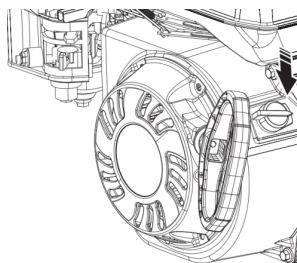
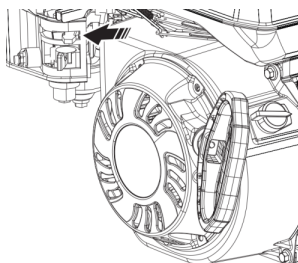
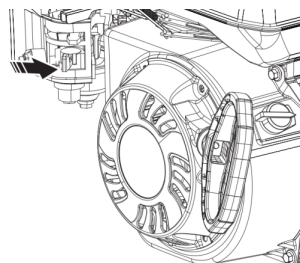

Рис. 19
Рис. 20
Рис. 21
Переведите контактный ключ включения системы зажигания в положение «Запуск» (ON), в результате чего электрическая схема агрегата будет готова к запуску (Рис. 19). Для запуска «холодного» двигателя переместите рычаг воздушной заслонки (до упора влево) в положение «Закрыто» (Рис. 20). Рычаг топливного крана переместите до упора вправо, чтобы топливо поступало в двигатель (Рис. 21).